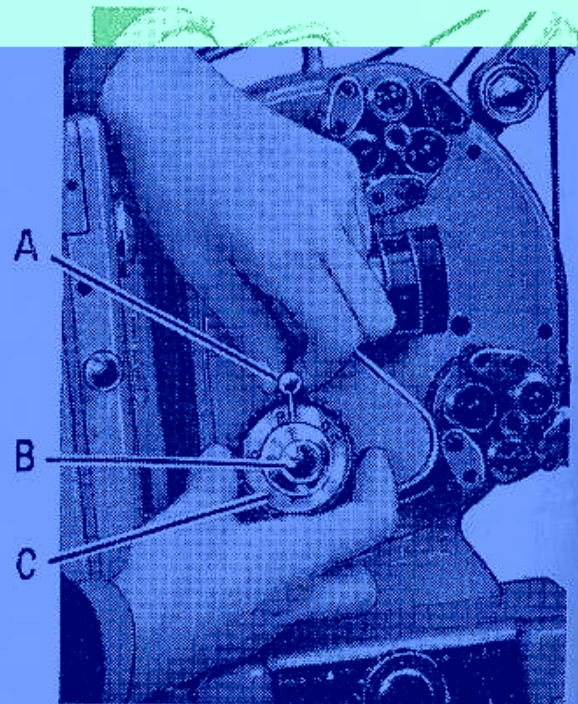

Fig. 2
Si cette condition n'est pas remplie, il y a impossibilité de manœuvre pour les opérations suivantes (voir figure 2, page 5).
3° LE VERROU (A) est enfilé dans le logement du bouton métallique (B), le maintenir dans cette position et tourner la couronne numérotée (C) de façon à ce que l'encoche du format désiré soit en face du verrou (A) qui, libéré, reprend sa place dans cette encoche. (Fig. 2).
8 — Fig. 2